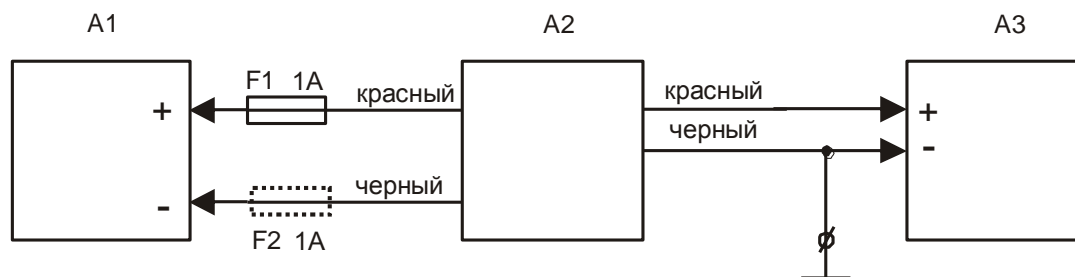

Рис. 1. Схема подключения
5. Выполните подключение к системе согласно рис.1.